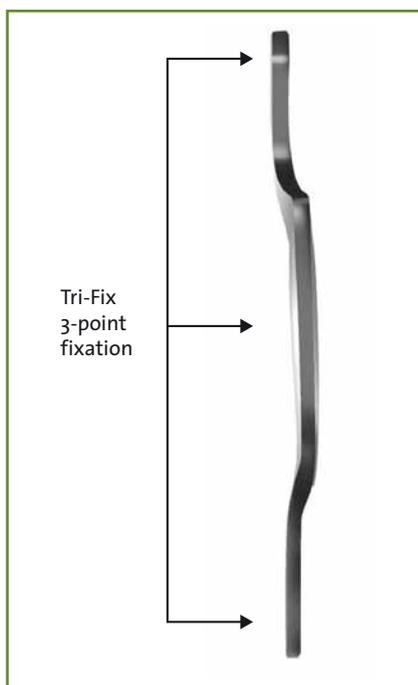

FIG. 2: Profil de l'implant: haptiques décalés de l'optique.
- les haptiques ont des anses en C modifiées, décalées par rapport à l'optique avec un design Tri-Fix conférant une géométrie avec 3 points de contact dans le sac capsulaire (fig. 2);